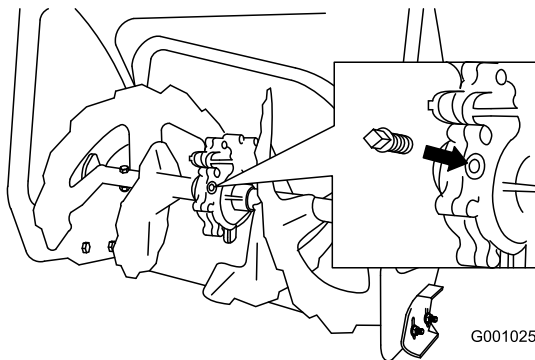

Figura46
2. Curățați zona din jurul dopului de țevă (Figura46).